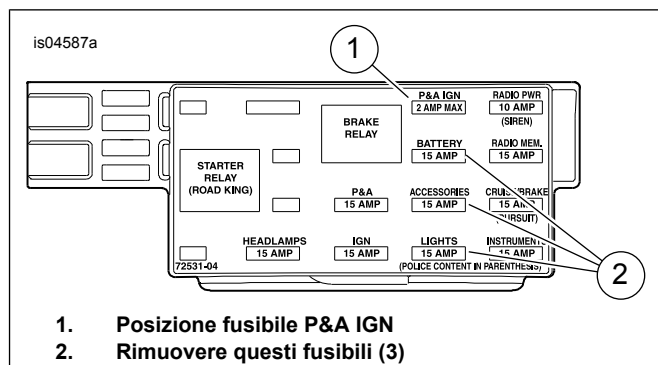

Figura 14. Cavità del fusibile P&A IGN (modelli Touring dal 2004 al 2007)
3. **TUTTI i modelli:** vedere Figura 14. Individuare la cavità del fusibile contrassegnata con "P&A IGN", "2 A MAX" (1). Una barra di distribuzione dovrebbe alimentare un lato di questo circuito, ma non ci dovrebbe essere nessun filo o fusibile corrispondente. Estrarre i tre fusibili (2) attualmente installati in questa fila, prendendo nota della loro posizione.